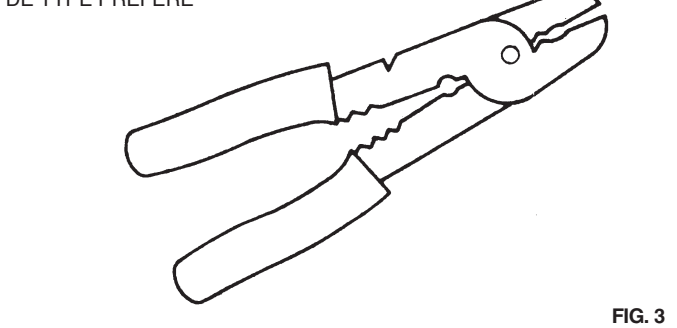

FIG. 3
G) Sertissez les connecteurs bout-à-bout sur les fils au moyen de l'outil recommandé (figure 3) en veillant à maintenir la polarité correcte.